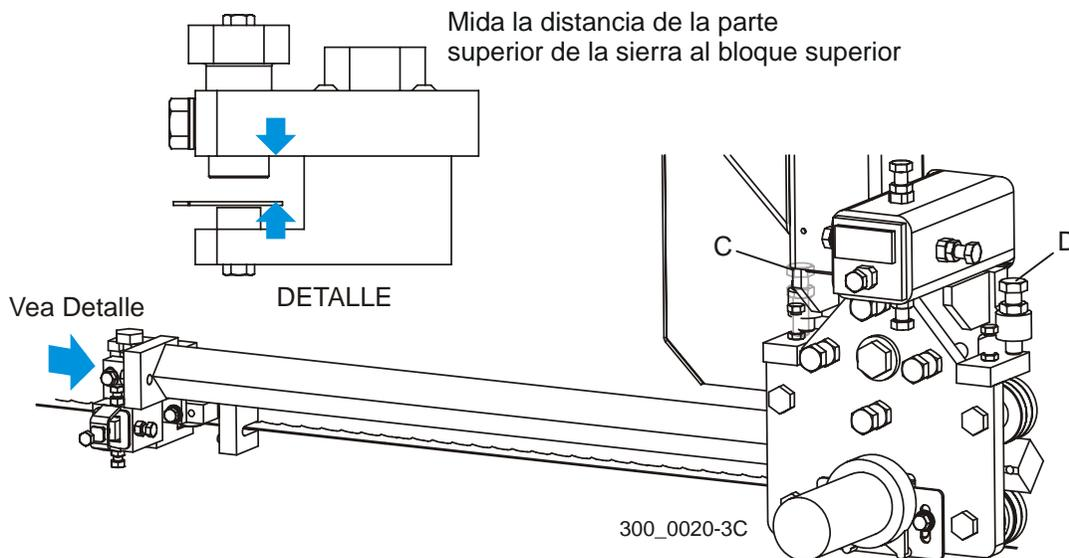

FIGURA 7-15
Vea la Figura 7-15. Con el brazo guíasierra ajustado hacia adentro cerca del guíasierra interior, mida la distancia de la parte superior de la sierra al bloque superior del guíasierra. Ajuste el brazo guíasierra hasta que quede completamente salido y mida nuevamente. Si las dos mediciones no son iguales dentro de 1/32", ajuste la inclinación vertical del brazo guíasierra. Para ajustar la inclinación vertical del brazo, ajuste los pernos (C y D) en la placa de montaje del brazo guíasierra. Afloje las contratuercas. Ajuste el perno (C) hacia arriba y el perno (D) hacia abajo para inclinar el brazo hacia arriba. Ajuste el perno (D) hacia arriba y el perno (C) hacia adentro para mover el brazo hacia la hoja de sierra. Vuelva a revisar la distancia de la hoja de sierra al bloque superior en ambos extremos del brazo. Vuelva a ajustar si es necesario. Apriete las contratuercas.